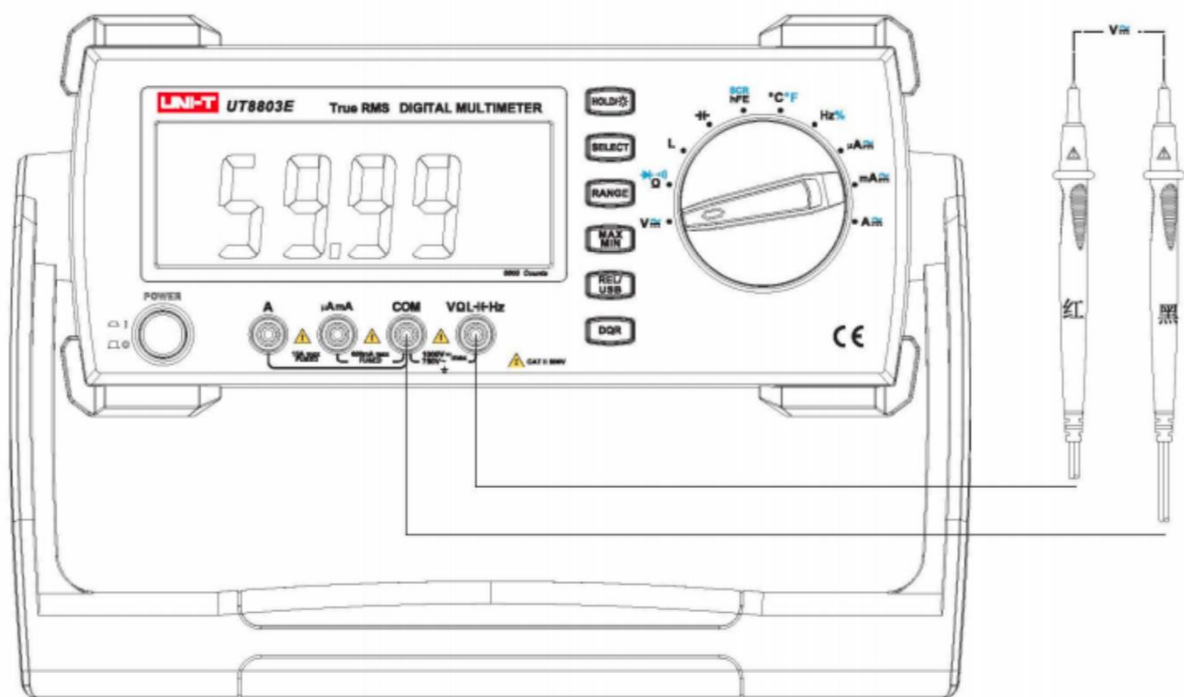

Abbildung 2
## 2. Messung der Wechselspannung (siehe Abbildung 2)
- Stellen Sie den Drehknopf auf die Position  und drücken Sie die Taste , um in den Widerstandsmessmodus zu gelangen (Abbildung 2). Schließen Sie die Prüflleitungen parallel an die Last an.
- b) Stellen Sie den Drehknopf auf  Position drücken Sie die Taste  , um in den Diodenmessmodus zu gelangen (Abbildung 2). Schließen Sie die Prüflleitungen parallel an die Last an.